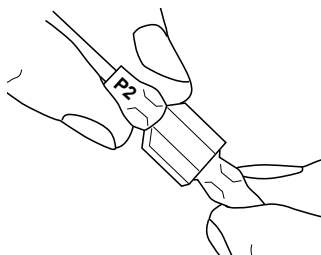

Figura 18 - Conexión de cables P2
7. Insertar el puerto macho, que está en el cable de suministro de energía blanco (marcado con P1), en el puerto macho correspondiente. (marcado con P1), (consulte la Figura 18).